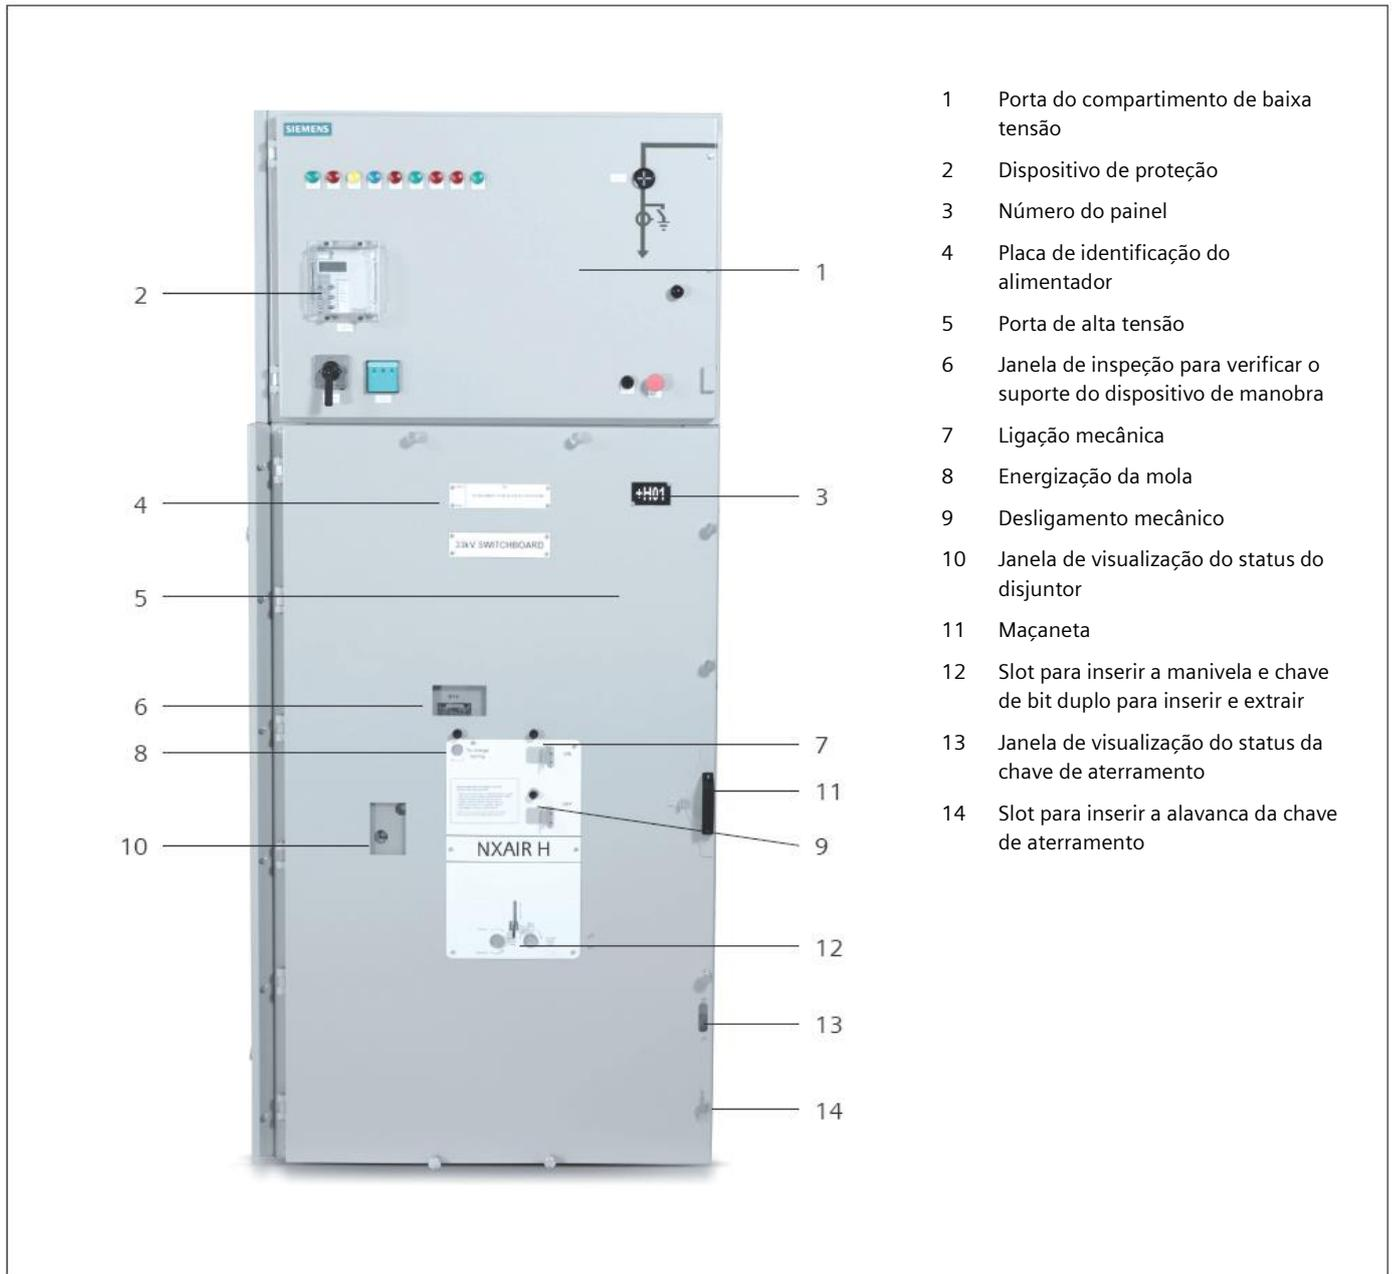

Fig. 28
- Coloque a manivela (9.2, Fig. 9) na haste hexagonal na abertura (28.5, Fig. 28), gire-a no sentido horário até o máximo possível e retire-a.
- Insira a chave de bit duplo na trava (28.6, Fig. 28) e gire no sentido anti-horário 90 graus, da "posição conectada (travada)" para "Extrair manual". A abertura da haste hexagonal (28.7, Fig. 28) está agora acessível. O mecanismo para extrair manualmente é destravado.
- Encaixe a manivela (7.2, Fig. 7) na haste hexagonal na abertura (28.7, Fig. 28), gire-a no sentido anti-horário até o máximo possível e retire-a.
A abertura (28.7, Fig. 28) está agora fechada.
- Nessa posição, a chave castelo pode ser removida para quaisquer operações intertravadas que devem ser executadas com o disjuntor em condição aberta. A abertura da haste hexagonal (28.5, Fig. 28) está agora acessível.